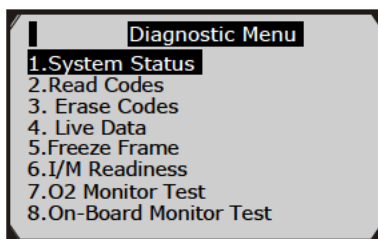

Рисунок 6.3
- 7) Изучите краткую информацию о состоянии системы (состояние ЛН, счетчик ДКО, состояние устройств контроля) на экране. (рисунок 6.1) Нажмите **ОК** для открытия экрана **Diagnostic Menu** (Меню диагностики) (рисунок 6.3).
- 1) Используйте кнопки прокрутки **ВВЕРХ/ВНИЗ** для выбора пункта **Read Codes** на экране **Diagnostic Menu** (Меню диагностики) и нажмите **ОК**. (Рисунок 6.3)
- 1) Используйте кнопки прокрутки **ВВЕРХ/ВНИЗ** для выбора пункта **Erase Codes** (Стереть коды) на экране **Diagnostic Menu** и нажмите **ОК**. (Рисунок 6.3)
- 1) Для просмотра реальных данных используйте кнопки прокрутки **ВВЕРХ/ВНИЗ** для выбора пункта **Live Data** на экране **Diagnostic Menu** и нажмите **ОК**. (Рисунок 6.3)